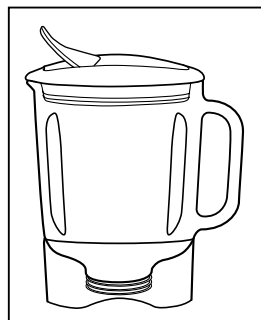

FIGURE 6
(!!!) AVERTISSEMENT: Pour le mélange de la nourriture CHAUDE, ouvrir le bec verseur pour laisser la vapeur se dégager. Couvrir partiellement l'ouverture en gardant les mains et la peau nue hors portée de l'ouverture afin d'éviter tout risque possible de brûlures (Figure 6).
(!!!) AVERTISSEMENT: Pour le mélange de liquides CHAUDS, ouvrir le bec verseur, démarrer à faible vitesse et augmenter lentement la vitesse par la suite. Ne pas ajouter de liquide qui dépasse le niveau de deux tasses (.5 L). Toujours garder les mains et la peau nue hors portée de la vapeur. Faire démarrer le mélangeur à la vitesse la plus faible (Figure 6).
- Ne pas retirer le couvercle lorsque le mélangeur marche. Ouvrir le bec verseur pour introduire les plus petits ingrédients (Figure 6).